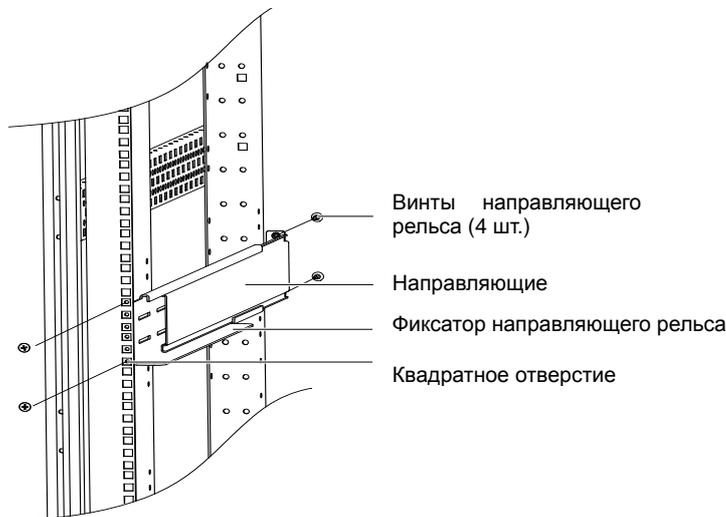

Рис. 2-7 Монтаж направляющего рельса
- 3) Совместите монтажные отверстия на рельсах с квадратными отверстиями на стойке; при помощи восьми винтов рельсов закрепите рельсы на стойке (четыре с левой, четыре с правой стороны), как показано на Рис. 2-7.